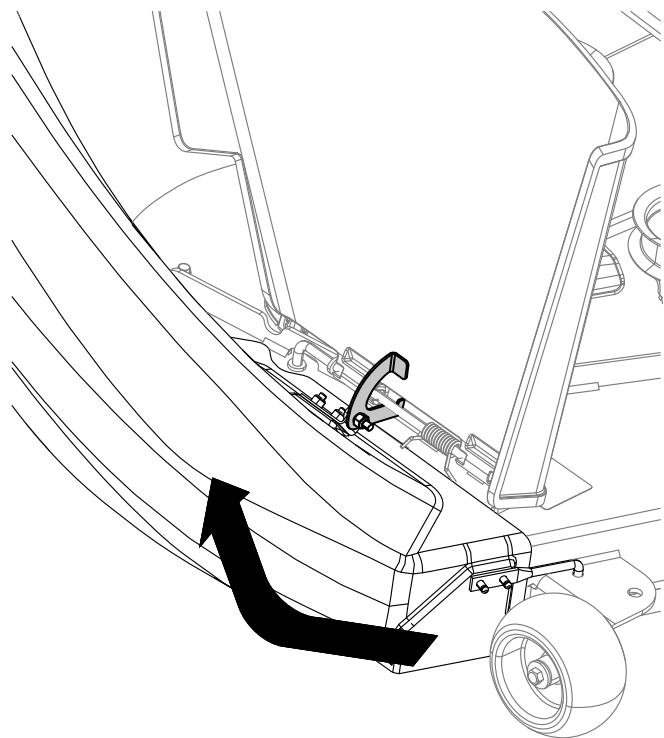

Figura 22
6. Na gornjem delu bacača, zakačite bravu u obliku kuke oko okretno šipke sklopa usmerivača i postavite šipku u rupu na kućištu kosilice (Figura 22).